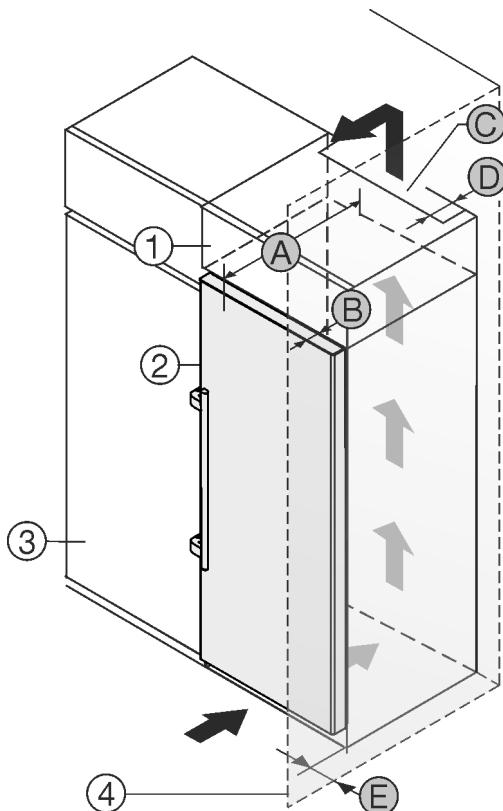

Fig. 8
Das Gerät kann mit Küchenschränken umbaut werden. Um das Gerät Fig. 8 (2) der Küchenzeilenhöhe anzugelichen, kann über dem Gerät ein Aufsatzschrank Fig. 8 (1) angebracht werden.
Das Gerät kann direkt neben dem Küchenschrank Fig. 8 (3) aufgestellt werden. Um die Türe vollständig öffnen zu können, muss das Gerät um die Tiefe Fig. 8 (B) gegenüber der Küchenschrankfront vorstehen. Abhängig von der Tiefe der Küchenschränke und Verwendung von Wandabstandshalten kann das Gerät weiter herausragen.
- An der Rückseite des Aufsatzschrankes muss ein Abluftschacht mit der Tiefe Fig. 8 (D) über die gesamte Aufsatzschrankbreite vorhanden sein.
- Unter der Raumdecke muss der Entlüftungsquerschnitt Fig. 8 (C) eingehalten werden.
Wenn das Gerät mit den Scharnieren neben einer Wand Fig. 8 (4) aufgestellt wird, muss der Abstand Fig. 8 (E) zwischen Gerät und Wand eingehalten werden. Dies entspricht dem Griffüberstand bei geöffneter Tür.